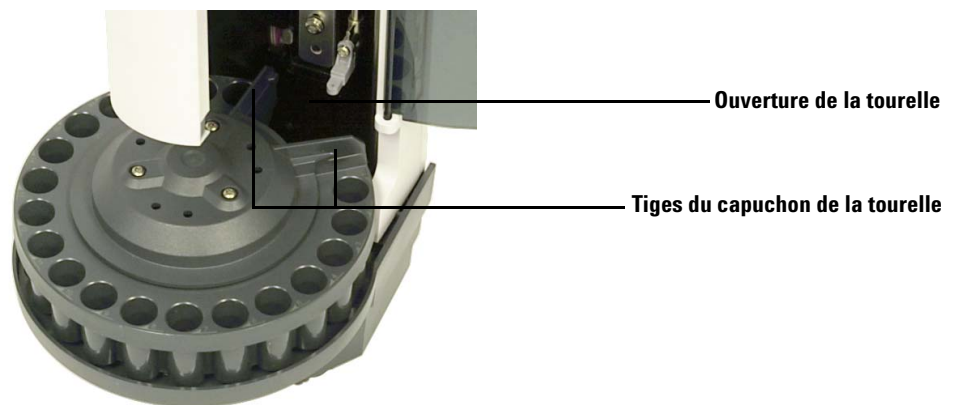

Figure 99 Alignement des tiges du capuchon de la tourelle sur l'ouverture de la tourelle
- 11 Réinstallez le capuchon de la tourelle. Faites coïncider les tiges du capuchon avec l'ouverture de la tourelle, puis installez le capuchon (Figure 99).